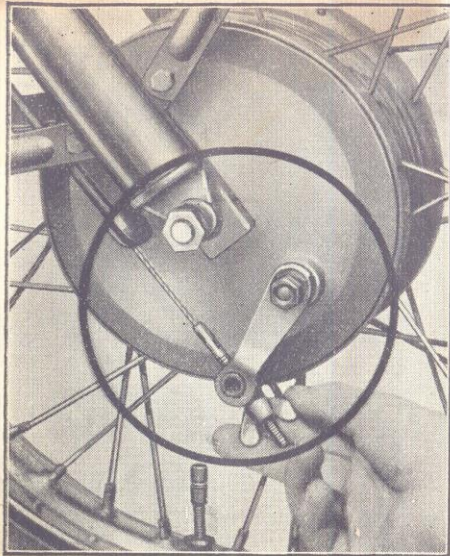

рис. 19. Регулировка переднего тормоза
3. РЕГУЛИРОВКА ТОРМОЗОВ (рис. 19, 20)